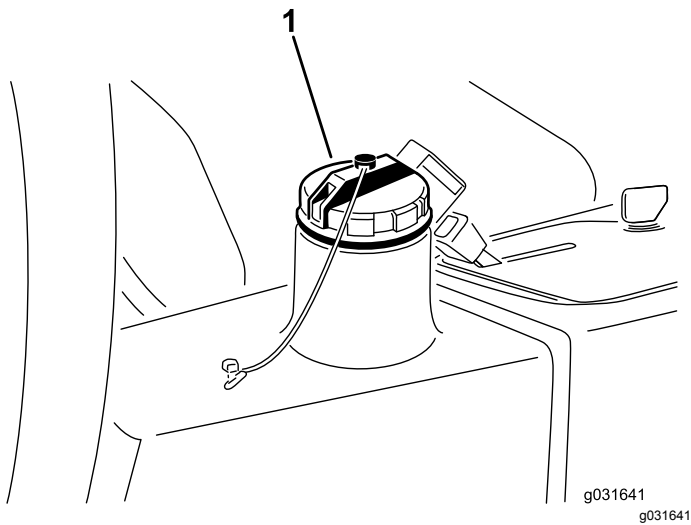

図 65
4. 油圧オイルタンク **図 65** に約 13.2 リットルの油圧オイルを入れる **油圧作動液の仕様** (ページ 48)と**油圧オイルの量を点検する** (ページ 49)を参照。